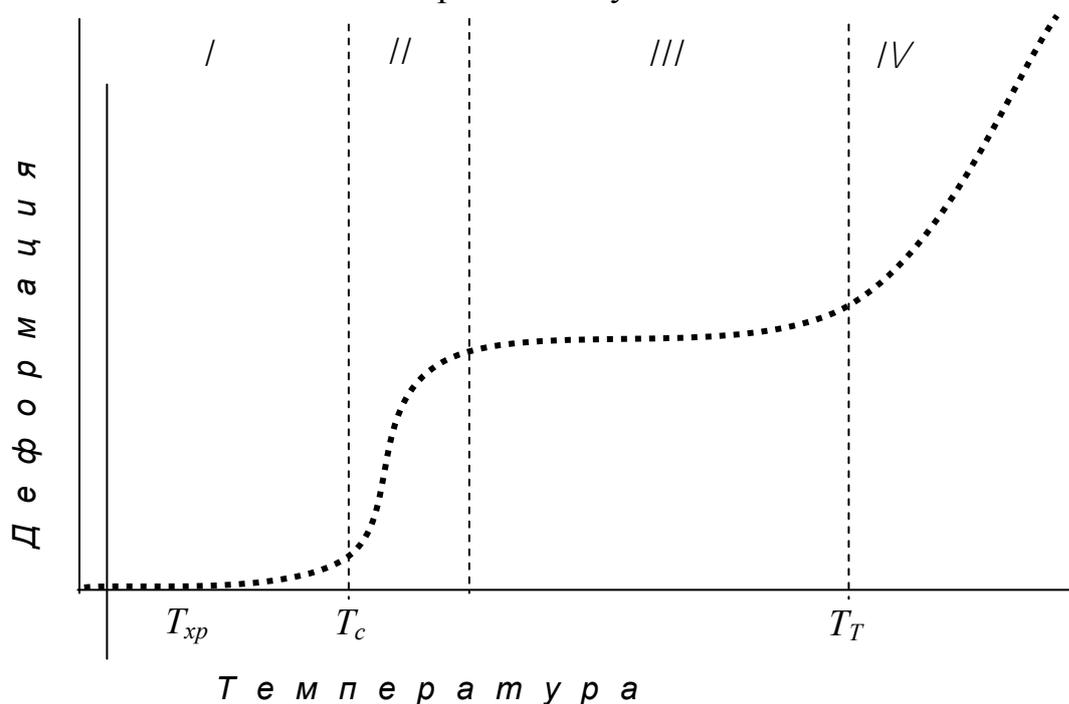

Рис. 9.1. Термомеханическая кривая аморфного полимера:
При нагревании твердые, как кристаллические, так и аморфные полимеры переходят в жидкое агрегатное состояние, однако в этих переходах есть некоторые отличия. Анализ хода термомеханической кривой аморфного полимера (рис.9.1.) показывает, что в твердом агрегатном состоянии при низкой температуре деформация полимера составляет доли процента, так как сегментальная и молекулярная подвижности отсутствуют. Эта часть кривой соответствует области стеклообразного состояния (I). При нагревании, начиная с температуры, которая называется *температурой стеклования* T_c^{37} , деформация начинает увеличиваться, достигая нескольких десятков процентов. Эта область (II) называется *переходной*. При дальнейшем нагревании начинается область протяженного плато, где деформация мало зависит от температуры. При этом полимер легко деформируется под действием прилагаемой силы и быстро возвращается в исходное положение при снятии нагрузки. Это состояние полимера называется *высокоэластическим* (III).